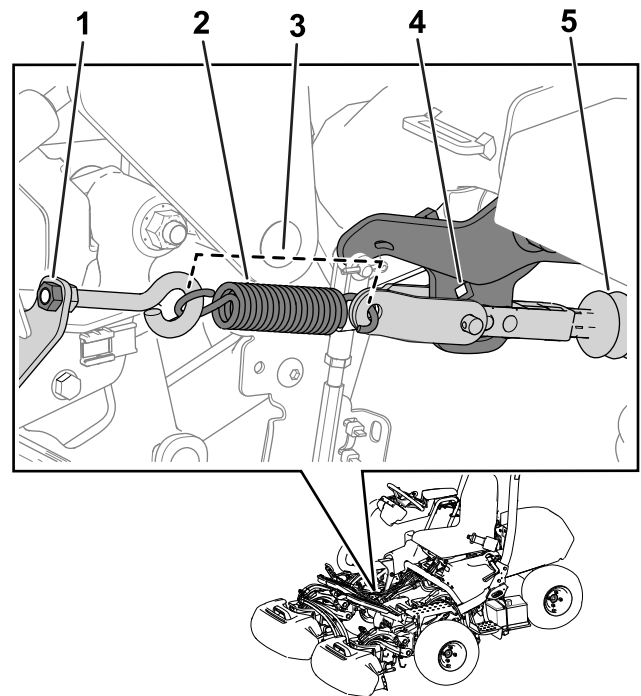

Рисунок 30
**Примечание:** См. Рисунок 30 для выполнения данной процедуры.
5. Снимите натяжение пружины, ослабив гайку, которая крепит болт с проушиной к кронштейну пружины (Рисунок 30).
3. Установите пружину, как показано на Рисунок 30.
4. Затяните гайку болта с проушиной, чтобы длина установленной пружины составила 11,4 см (Рисунок 30).